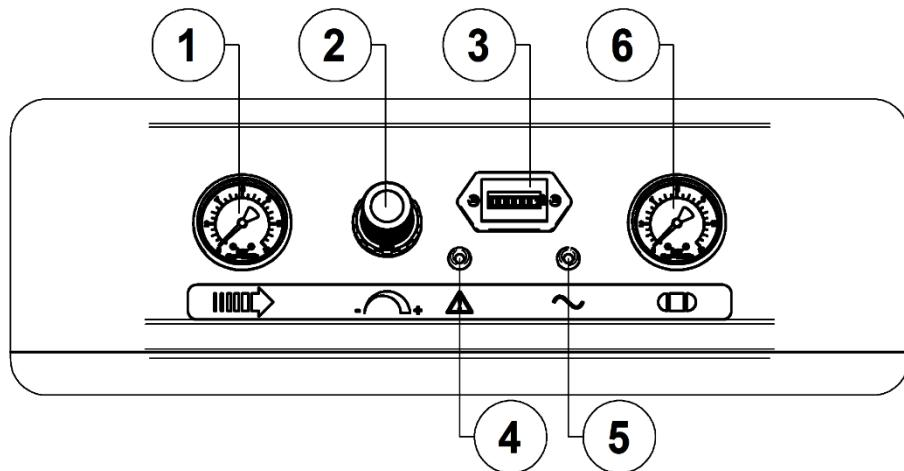
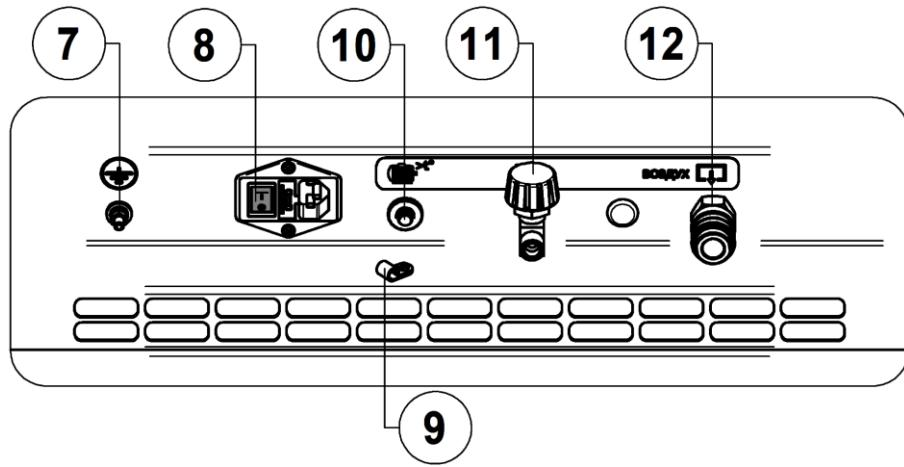

Рисунок 3 - Панель управления
Рисунок 4 - Задняя панель
7.5.5 Провод заземления подключите к винту заземления 7 (рисунок 4) на задней панели компрессора. При наличии заземляющего контакта в электрической розетке, дополнительное заземление не требуется.
Подсоедините сетевую вилку съемного шнура питания к электрической сети. Включите компрессор выключателем **8** (рисунок 4) на задней панели. Для этого необходимо переключить выключатель в положение "I". Включенное состояние сигнализируется зелёной контрольной лампой **5** (рисунок 3).
- Выключить компрессор выключателем **8** на задней панели. Для этого необходимо переключить выключатель в положение "**0**" (рисунок 4). После этого остановится двигатель и произойдет сброс давления из нагнетательного воздухопровода и поршневого блока.
8.4.1 Настройка давления сжатого воздуха осуществляется регулятором давления **2** следующим образом (рисунок 3):
8.4.2 Компрессор оборудован устройством защиты от перегрузок. При нарушении питания электрической сети, а также при работе с ПВ более 60% возможно автоматическое срабатывание защиты двигателя, о чем сигнализирует красный индикатор **4** на панели управления (рисунок 3).
- Переключите выключатель **8** (рисунок 4) на задней панели в положение "0".
- После того, как блок поршневой **13** остынет до допустимой температуры, включите тепловое реле, нажав кнопку включения теплового реле **10** на задней панели устройства (рисунок 4).